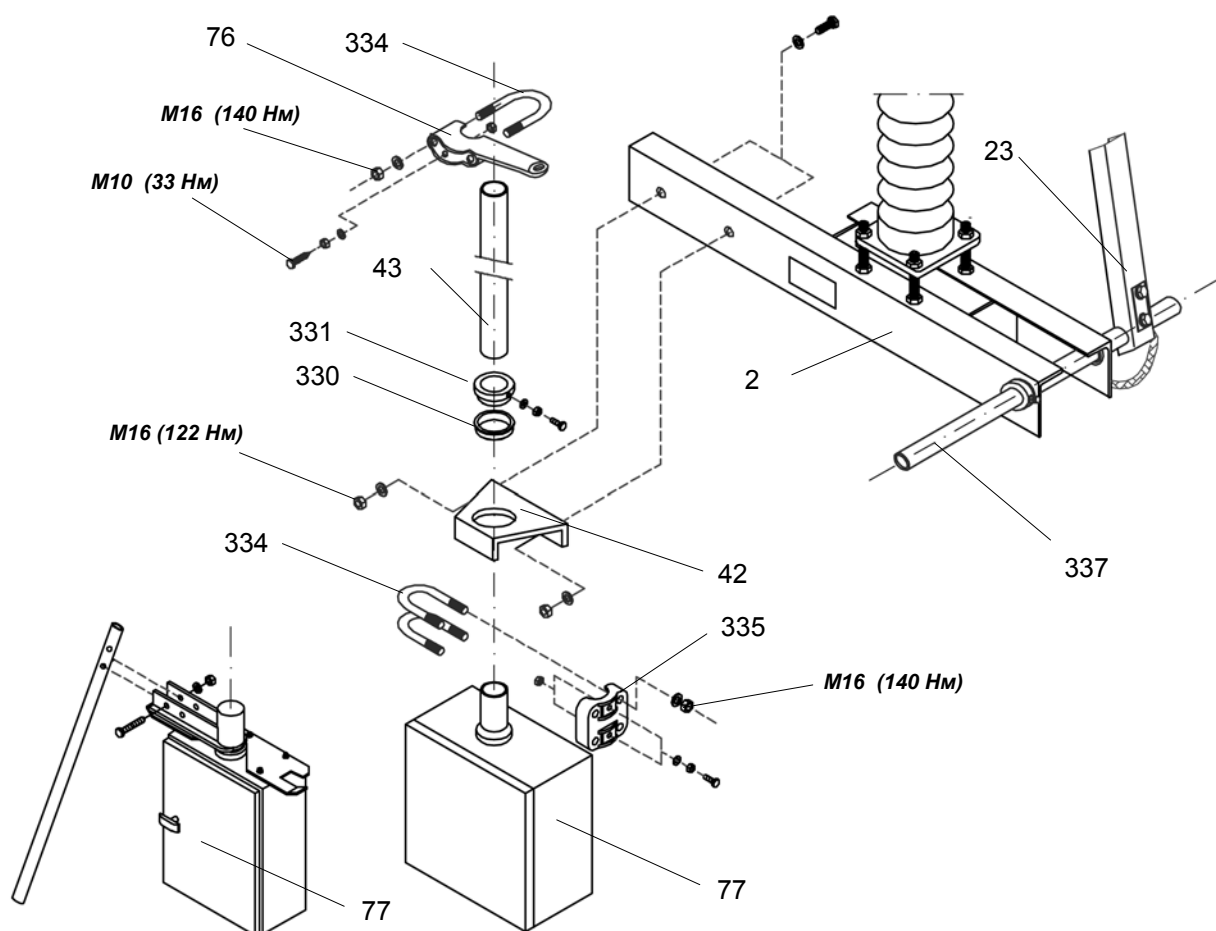

Рисунок 15: Крепление привода заземлителя – опосредованный монтаж
10. Повторить этапы 5. и 6., закрепляя в соответствующей последовательности осевой подшипник (330) и втулку с фланцем (331) на промежуточном валу
13. С помощью сопрягающих элементов (334, 335) соединить выходной вал привода с промежуточным валом (43)
14. Закрепить приводной рычаг (76) на верхнем конце промежуточного приводного вала (43) [Рис. 15]